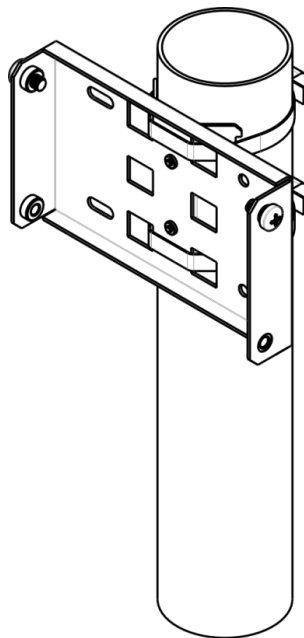

Рисунок 6 – Крепление кронштейна на трубостойку
- а) При помощи хомутов закрепите кронштейн на трубостойку, рисунок 6.
- б) В верхние отверстия установите винты DIN7985 M6. Винты не нужно закручивать до конца, оставьте зазор минимум 3 мм, рисунок 6.